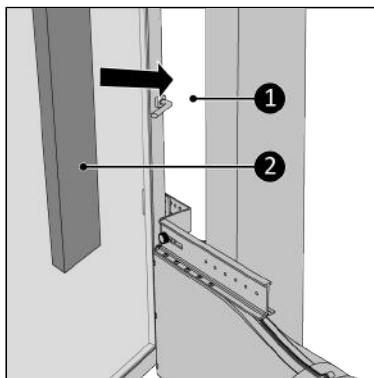

Figure 188.
17. Comblez les espaces vides (Figure 188, pos. 1) avec la mousse d'isolation fournie (Figure 188, pos. 2), découpez la mousse si nécessaire\*.